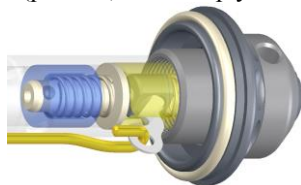

Рис. 18
13. **Обязательно нажать на спусковой крючок!!!** Вы услышите легкий щелчок. Это значит, что все детали спускового механизма пришли в рабочее положение (рис. 18). Только после этого заключительного действия Вы сможете зарядить ружье.